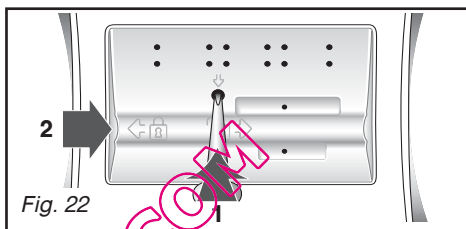

Fig. 22
– déverrouillez cette pièce (Fig. 22).